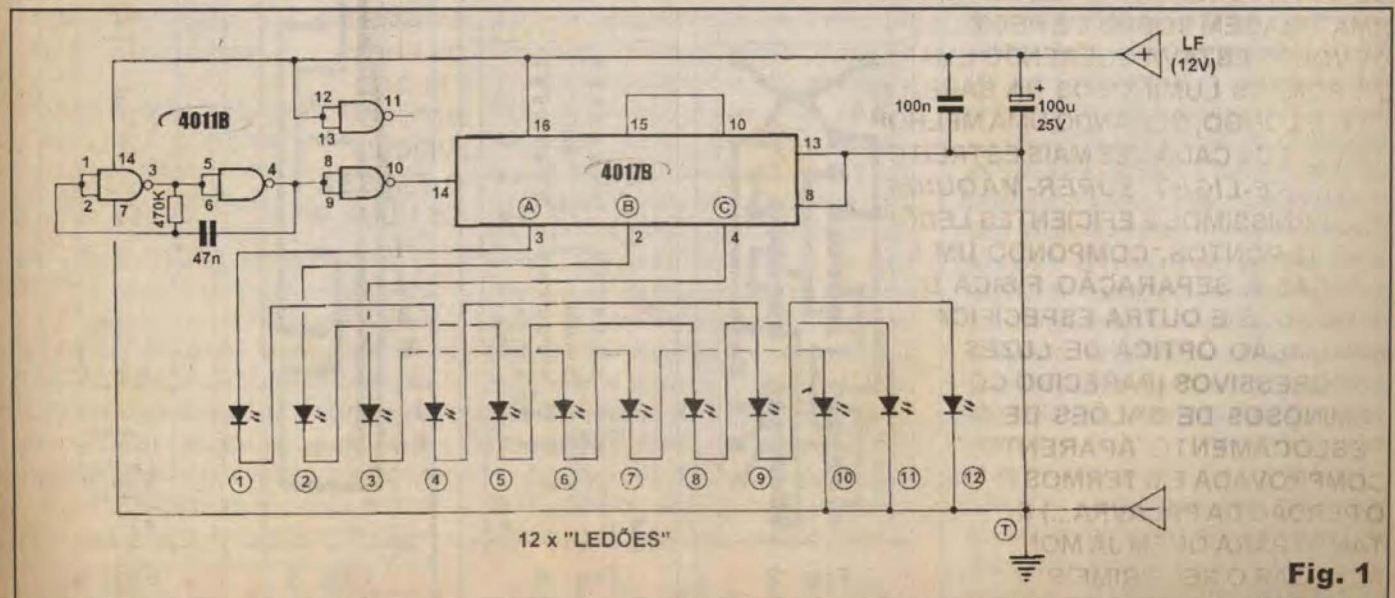

Fig. 1
- FIG. 1 - DIAGRAMA ESQUEMÁTICO DO CIRCUITO - Física e eletricamente falando, o projeto é dividido em dois blocos principais: o de controle e o do display... No primeiro, dois gates de um integrado C.MOS 4011B são montados em astável, oscilando numa frequência conveniente (suficientemente alta para chamar bastante a atenção, porém baixa o bastante para que o acompanhamento visual seja possível...), determinada pelos valores do resistor de 470K e capacitor de 47n... O